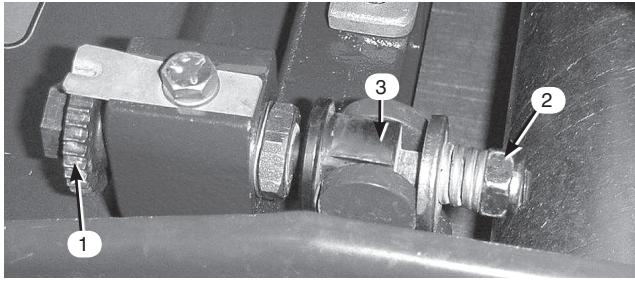

図47
- チャネル材がアジャスタ・フレームの一番下にくるまで、ベッドバー調整ネジ左に回し続ける（図47）。
2. スプリング・テンション・ナットをゆるめて、ワッシャがベッド・バーにまったく押し付けられていない状態にする(図47)。